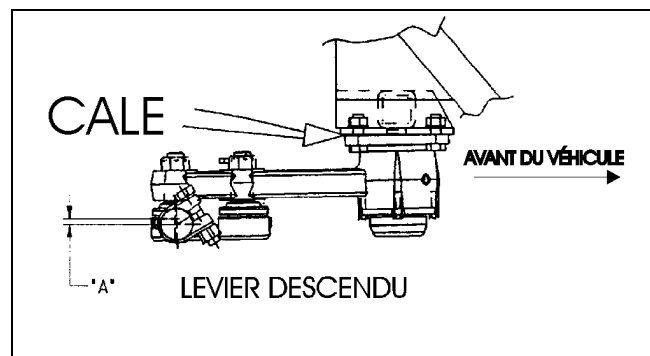

FIGURE 9
13. Mettre les cales du côté arrière du véhicule pour descendre le levier (Fig. 9).